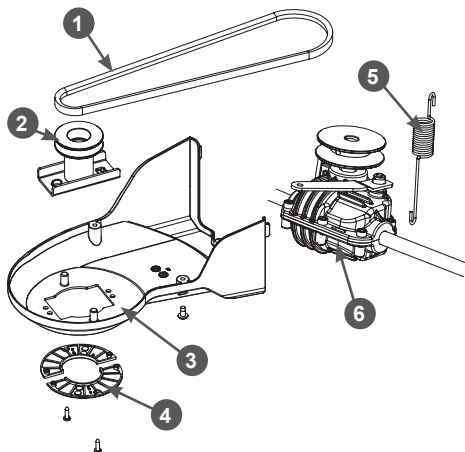

Рис. 25. Обслуживание ремня привода хода
5. Открутите винты крепления и снимите две защитные крышки ремня (Рис. 25).
6. Открутите винты крепления и снимите кожух защитный ремня (Рис. 25).
трещин, разрывов, отслоения корда (Рис. 25). При обнаружении повреждений ремень необходимо заменить.
2. Открутите винты крепления и снимите крышки 4 защитные ремня (Рис. 25).
3. Открутите винты крепления и снимите кожух 3 защитный ремня (Рис. 25).
4. Снимите ремень 1 со шкива адаптера в сторону двигателя и снимите адаптер 2 с вала двигателя (Рис. 25).
6. Снимите ремень со шкива редуктора 6 (Рис. 25).
8. Установите новый ремень на шкив редуктора, затем установите адаптер ножа и установите ремень на шкив адаптера ножа. После этого убедитесь, что пружина 5 на месте и держит ремень в натянутом состоянии (Рис. 25).